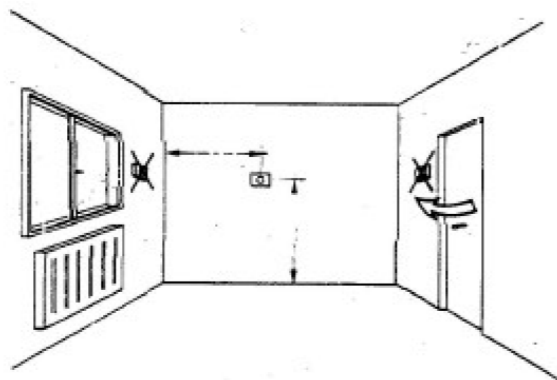
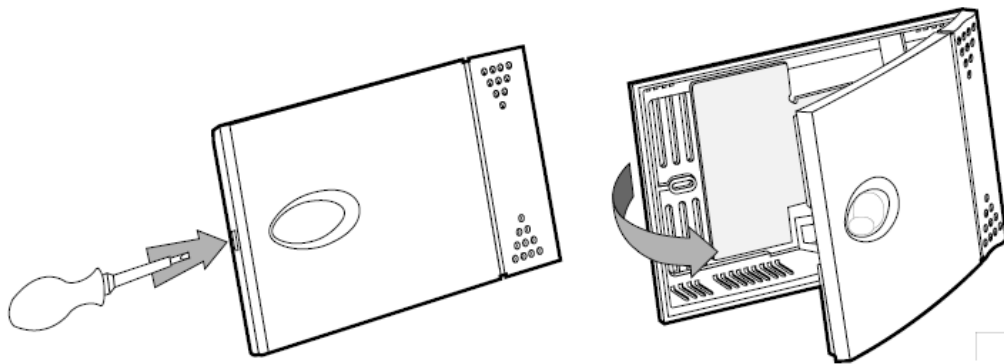
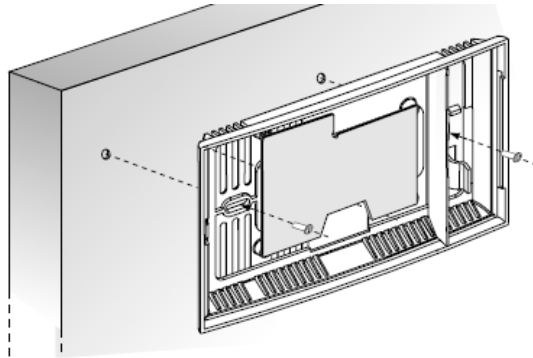

Fig. 05
Fig. 06
Fig. 07
- Sonda combinada temperatura/humedad: se debe instalar dentro del ambiente a una altura media de 1,60m del suelo y lejos de puertas, ventanas y de cualquier otro elemento que pueda variar su lectura (fig. 05). Luego se debe abrir (fig. 06) y ser instalada en la pared (fig. 07) a ser posible con una caja de empotrado tipo universal detrás para albergar el cableado.